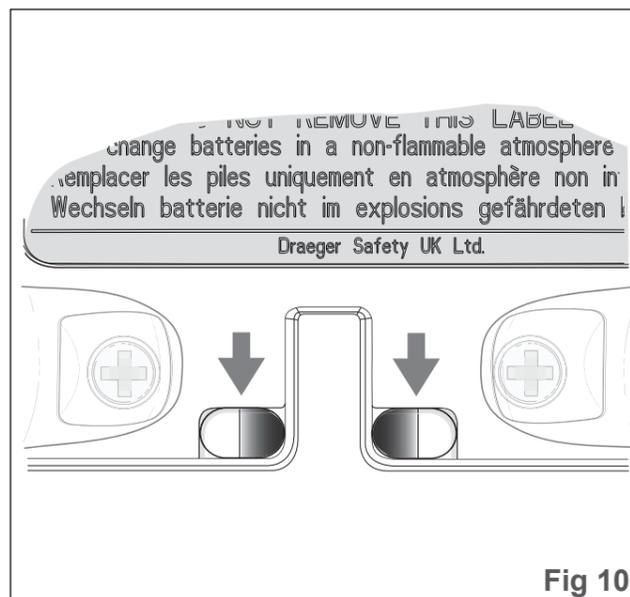

Fig 10
- Beim Herunterdrücken mit einem Blick durch die beiden Schlitze für den Schlüssel prüfen, dass sich die beiden Verschlussriegel in ihre abgebildete Verriegelungsstellung bewegen. Siehe Abbildung 10.